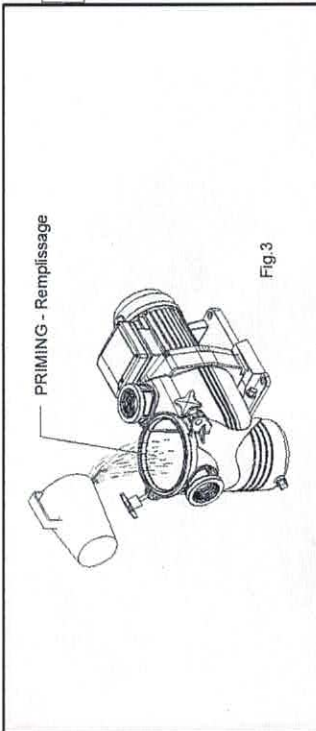

Fig. 3
- For the correct operation of the pump, it must be primed until water reaches the surface of the suction pipe. In models with built-in pre-filter, the pump can be filled with water by opening the lid of the pre-filter (Fig. 3).
- Pour le fonctionnement correct de la pompe, il faut faire l'amorçage en remplissant d'eau le tuyau d'aspiration et le corps de pompe. Pour les modèles avec préfiltre intégré, ouvrir le couvercle du préfiltre et remplir avec de l'eau le corps de pompe jusqu'au niveau de l'orifice d'aspiration (fig. 3).
- For models with pre-filter the following operations can be performed (Fig. 3):
opérations suivantes (fig. 3):